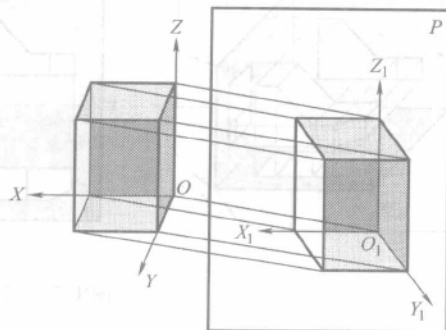

图 1-11 斜轴测投影
3) **斜轴测投影：**用斜投影法得到的轴测投影称为斜轴测投影，如图 1-11 所示。